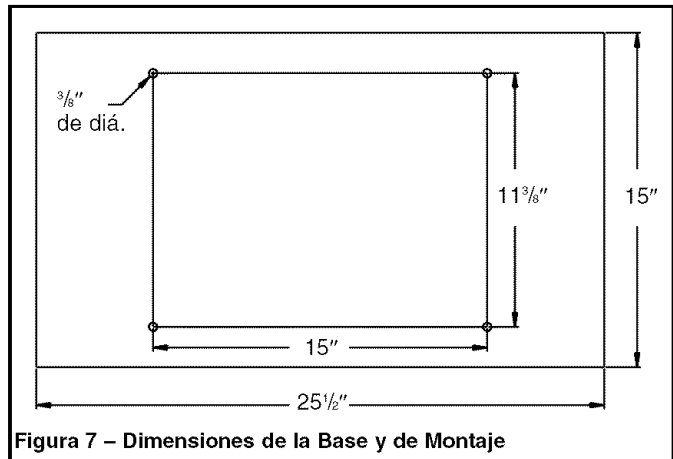

Figura 7 - Dimensiones de la Base y de Montaje
- La Figura 7 muestra las dimensiones de la base y las dimensiones de los orificios de montaje de la cepilladora.